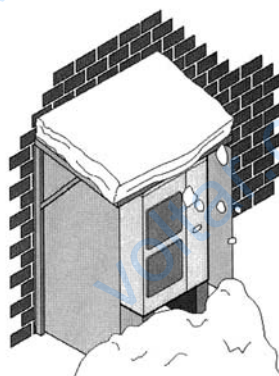

Рис. 2: конструкция для предотвращения попадания снега на блок
- Рекомендуемая установка. (См. информационный лист "Установка и место для технического обслуживания" и рис. 2)